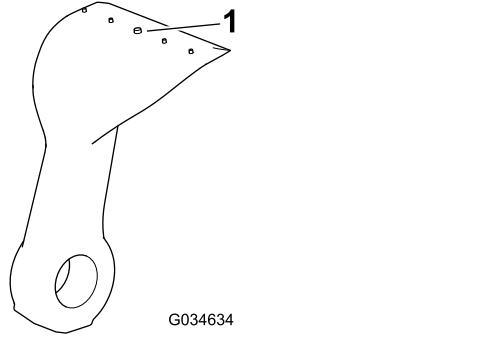

Bild 79
5. Prüfen Sie jedes Messer mit der Verschleißlinie auf zu starke Abnutzung (**Bild 79**). Wenn ein Messer bis auf die Verschleißlinie abgenutzt ist, tauschen Sie das Messer aus.